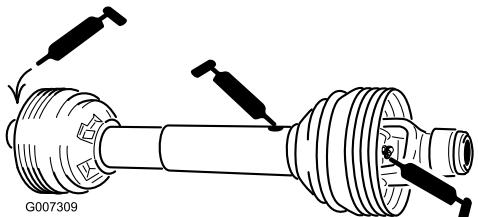

Figura 24
Árbol de la toma de fuerza (3) (Figura 24)